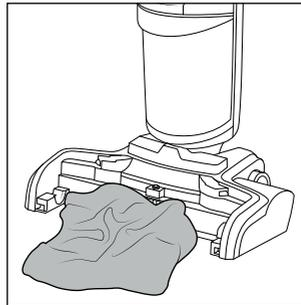

Fig. 36
- ◆ Dacă compartimentul periei este murdar, curățați-l cu o lavetă sau o cârpă umedă (a se vedea fig. 36).